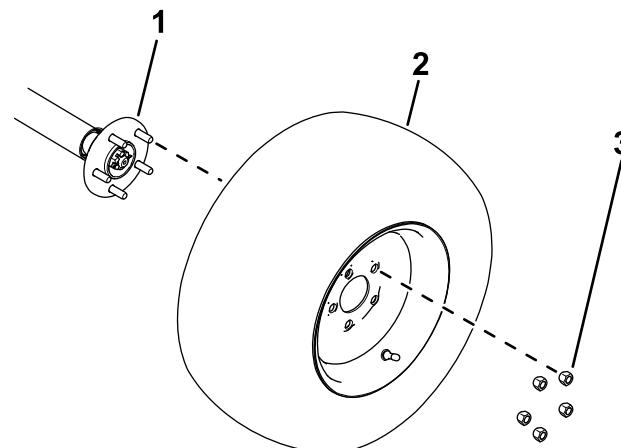

Figure 8
1. Fixez les roues sur les moyeux à l'aide des écrous de roues retirés précédemment (Figure 8).